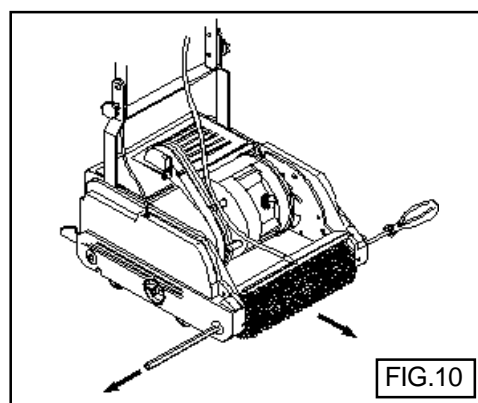

FIG.10
13.1.1 Cepillo anterior (FIG.10)